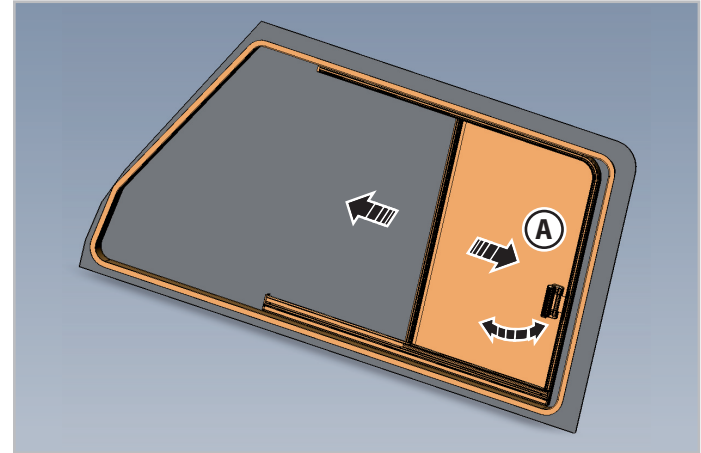

Fig.3.2 - Janela de correr do lado do passageiro
1. Pressionar o gancho da pega traseira (A - Fig.3.2), soltando-a do fecho de retenção para desbloquear a janela.
2. Puxar a pega (A - Fig.3.2) levando a janela para a frente até à posição pretendida.
1. Puxar a pega (A - Fig.3.2) movendo a janela de volta para a posição fechada até que a pega esteja completamente engatada no fecho de retenção.